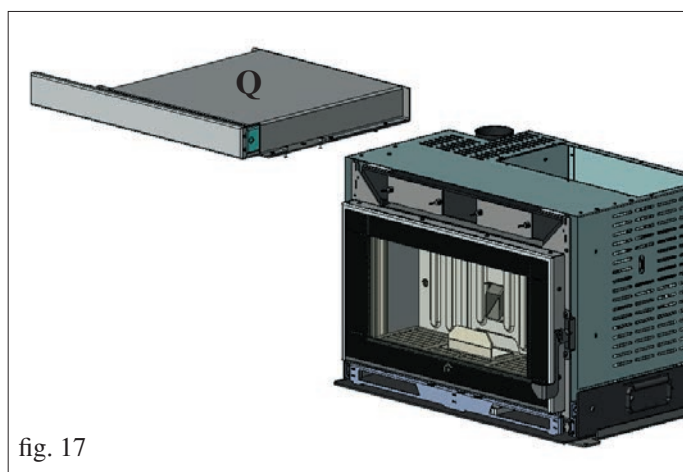

fig. 17
- Procedere con l'installazione del cassetto carico pellet (Q - fig. 17 -18) sul top dell'inserto tramite viti in dotazione.